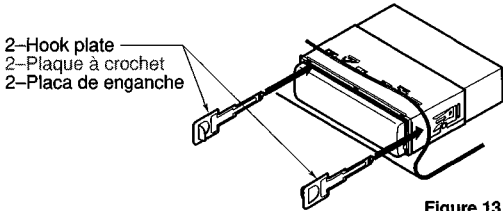

Figure 13 / Figure 13 / Figura 13
- 4. Insert and lock the hook plates. (Figure 13)
- 4. Insérer et verrouiller les plaques à crochet. (Figure 13)